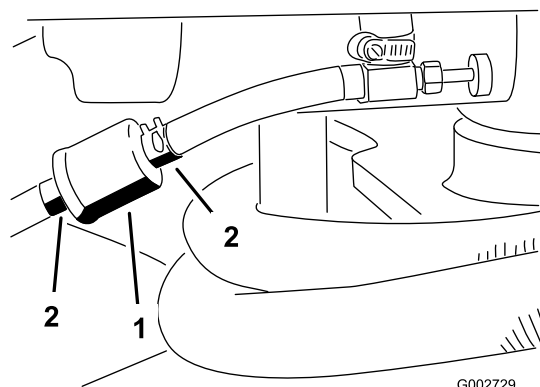

Figure 29
1. Fermez le robinet de carburant, desserrez le collier de flexible côté carburateur et débranchez la conduite d'alimentation du filtre (Figure 29).